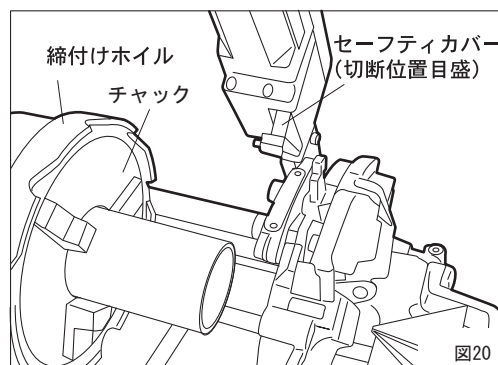

図20
- ① 切断するパイプは必ずしっかりとチャッキングしてください。
- ② セーフティカバーの切断目盛を切断位置に合わせ、パイプマシンのスイッチをONにしてください。(図20)